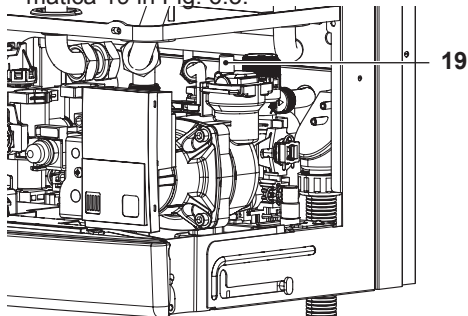

Fig. 6.3
- Svitare il tappo della valvola di sfiato automatica 19 in Fig. 6.3.